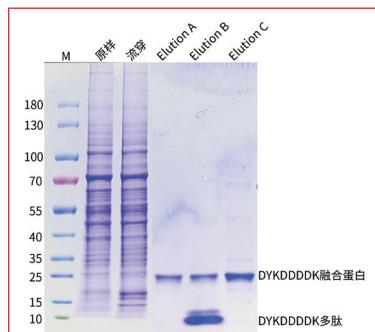

图3.Magneti-Q DYKDDDDK标签蛋白纯化试剂盒纯化胞内蛋白的SDS-PAGE电泳图
- 5) 对洗脱产物进行 SDS-PAGE 电泳，结果请见图 3。